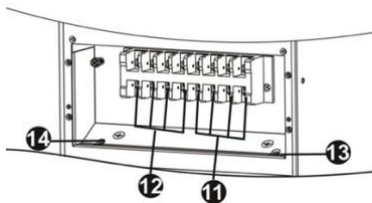

Рисунок 3 Клеммная колодка
10. Клеммная колодка вход/выход (рис. 3, 4 и 17)